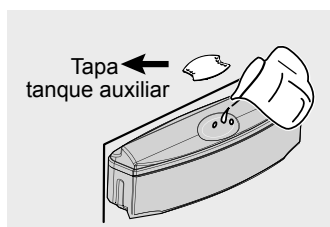

Figura 51
- Levante la tapa tanque auxiliar y llene el tanque con agua (figura 51).